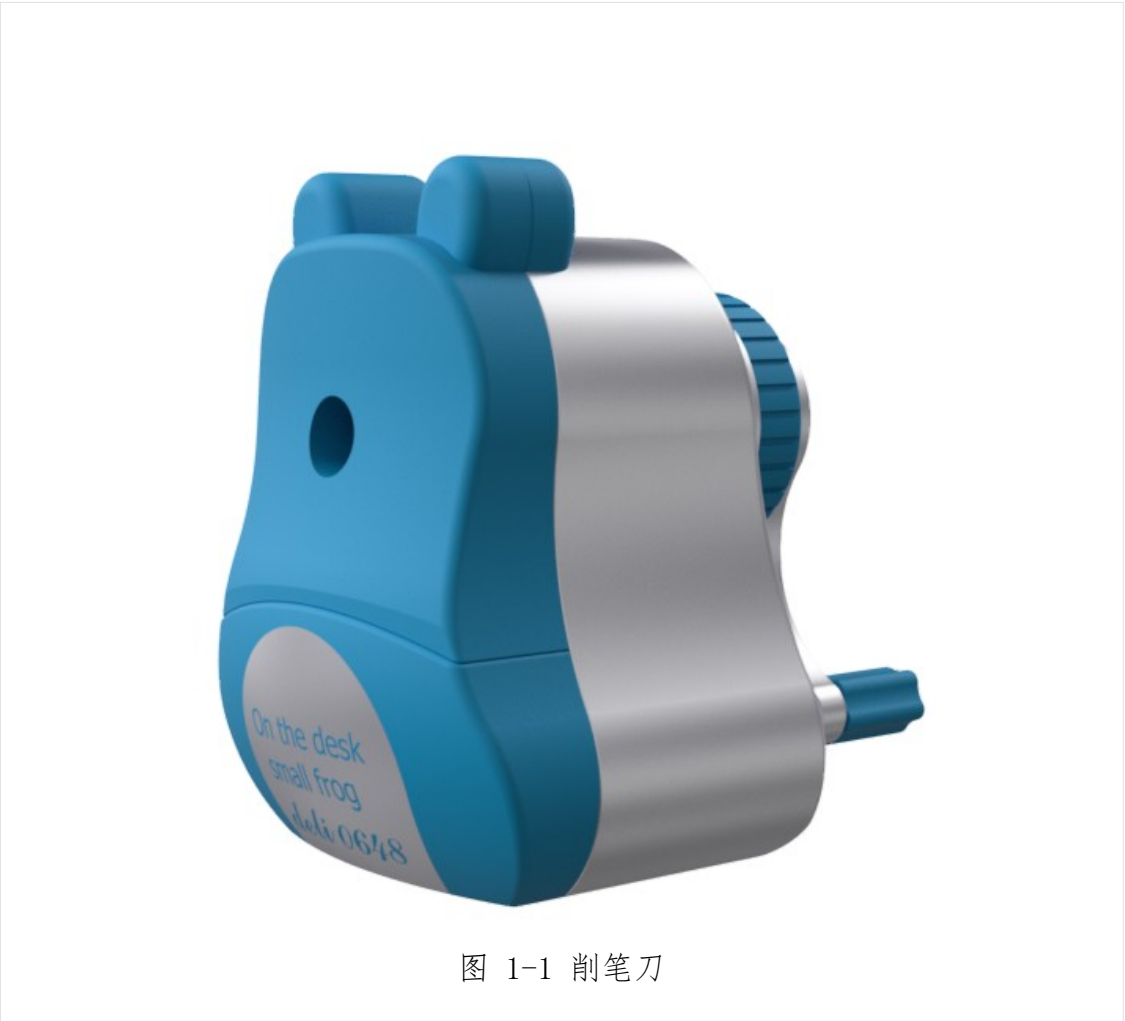

图 1-1 削笔刀
3.2. 零件建模：根据现场提供的落地扇二维图纸（参考图 1-1），逐一完成削笔刀各零部件的数字模型建立；需为每个零件赋予图纸指定的材质，并通过软件评估功能检查模型质量，确保模型尺寸精准、特征完整、无建模错误。